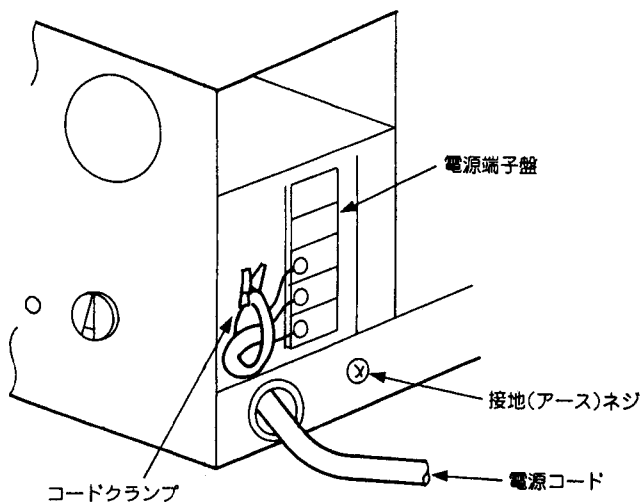

図 1
(4)MD-25TE(-L), MD-25TE-G, MD-40TE1(-L), MD-60TE1(-L), MD-80TE1(-L)形は図1のように前パネルをはずして電源端子盤に電源線を接続してください。